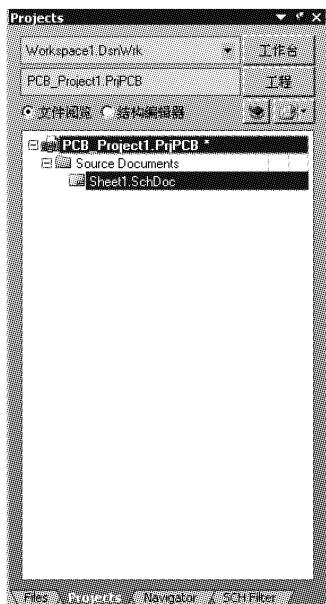

图 3-23 Projects(工程)面板
(1) Projects(工程)面板：该面板如图 3-23 所示，在该面板中列出了当前打开工程的文件列表以及所有的临时文件。在该面板中，提供了所有有关工程的功能，从而可以方便地打开、关闭和新建各种文件，还可以在工程中导入文件、比较工程中的文件等。